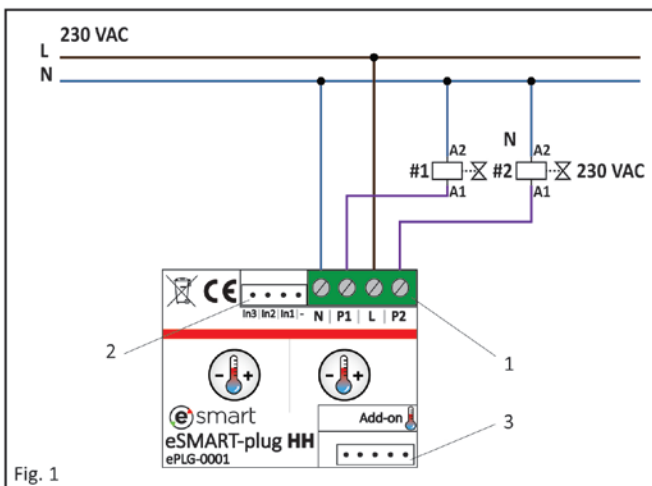

Fig. 1
L'eSMART-plug est composé de 4 bornes à visser (1, Fig.1), 1 connecteur d'entrée (2, Fig.1) et 1 connecteur d'extension (3, Fig.1). L'eSMART-plug se raccorde sur le réseau électrique 230 V AC/50 Hz.
- Raccordez l'alimentation 230 V AC (1, Fig.1) sur les bornes P et N. Respectivement, la Phase sur la borne P et le Neutre sur la borne N, comme indiqué sur le schéma.
- Raccordez les charges #1 et/ou #2 (1, Fig.1) sur les bornes P1 et P2. Respectivement, la charge #1 sur la borne P1 et/ou la charge #2 sur la borne P2, comme indiqué sur le schéma.
- Le cas échéant, connecter la sonde de température (3, Fig.1) sur le connecteur prévu à cet effet.
Das eSMART-plug hat 4 Schraubklemmen (1, Abb. 1), 1 Eingangsanschluss (2, Abb. 1) und 1 Erweiterungsanschluss (3, Abb. 1). Das eSMART-plug wird an das Stromnetz 230 V AC/50 Hz angeschlossen.
- Schließen Sie die Stromversorgung 230 V AC (1, Abb. 1) an die P- und N-Klemmen an, nämlich Phase an Klemme P und Neutral an Klemme N, wie in der Abbildung dargestellt.
- Schließen Sie die Lasten # 1 und / oder # 2 (1, Abb. 1) an die Klemmen P1 und P2 an. D.h., Last # 1 an Klemme P1 und / oder Last # 2 an Klemme P2, wie in der Abbildung dargestellt.
- Schließen Sie gegebenenfalls den Temperatursensor (3, Abb. 1) an den hierfür vorgesehenen Anschluss an.
The eSMART-plug has 4 screw terminals (1, Fig. 1), 1 input connector (2, Fig. 1), and 1 expansion connector (3, Fig. 1). The eSMART-plug is to be connected to the 230 V AC/50 Hz mains.
- Connect the power supply 230 V AC (1, Fig. 1) to the P and N terminals, namely Phase to terminal P and Neutral to terminal N, as shown in the illustration.
- Connect loads # 1 and / or # 2 (1, Fig. 1) to the P1 and P2 terminals. I.e., load # 1 to terminal P1 and / or load # 2 to terminal P2, as shown in the diagram.
- If appropriate, connect the temperature sensor (3, Fig. 1) to the connector provided for that purpose.